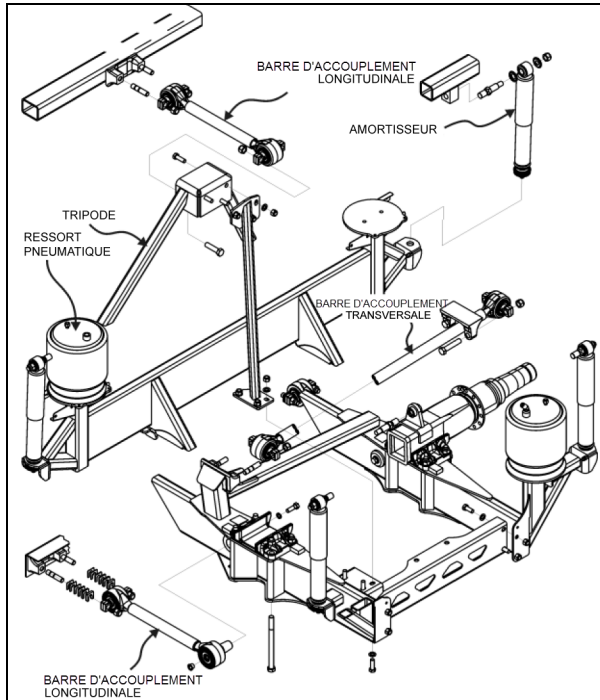

FIGURE 35 : ESSIEU MOTEUR, DÉTAILS DE LA SUSPENSION ARRIÈRE
1. Enlever les écrous et rondelles des amortisseurs sur le goujon de montage supérieur et le support de montage inférieur. Identifier les rondelles intérieure et extérieure en vue de la repose. Se reporter à Figure 35 pour les détails.